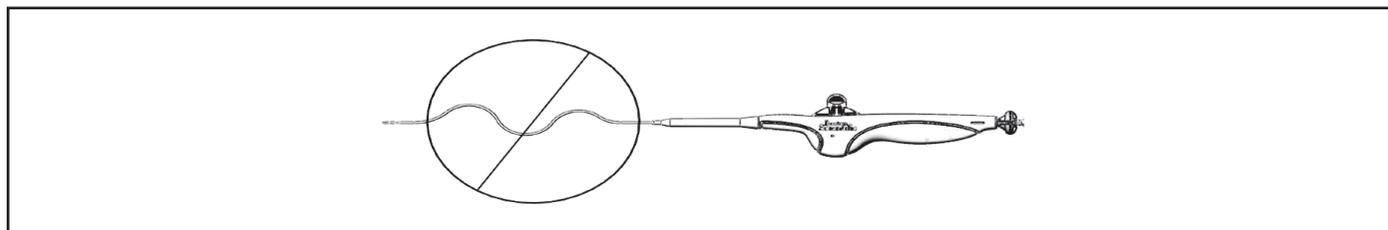

Abbildung 5. Beseitigung von Spielraum
### 10.9 Stent-Freisetzung (siehe Abbildung 5)
**Hinweis:** Wenn die Spannung (siehe Abbildung 5) nicht aufrechterhalten wird und/oder Krümmungen des Applikationssystemkatheters zwischen Einführschleuse bzw. Führungsschleuse und Applikationssystemgriff während der Freisetzung nicht reduziert werden, kann dies Auswirkungen auf die Freisetzungsgenauigkeit haben, insbesondere bei ipsilateralen Fällen.